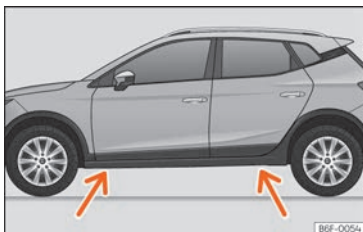

Abb. 199 Aufnahmepunkte für den Wagenheber.
- Suchen Sie am Längsträger die Markierung des Wagenheberaufnahmepunktes (Eindrückung), die dem zu wechselnden Rad am nächsten liegt >>> [Abb. 199].